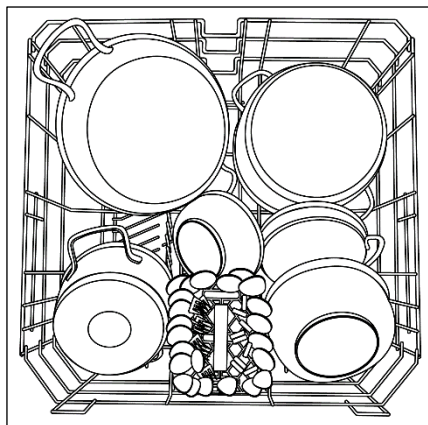

Abb.4
• AQUASTOP (Abb. 4):
Eine Standardbeladung für tägliches Spülen ist in den Abb. 4 dargestellt.